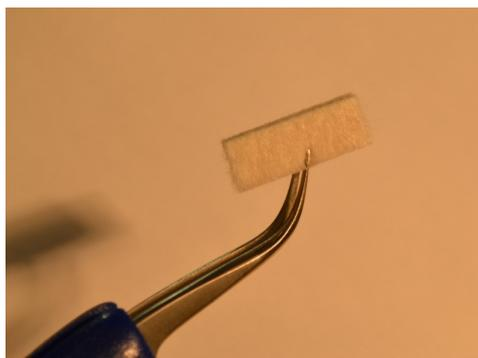

Figure 4-24 : Pincette de retrait du tampon
- a. Retirez soigneusement l'ancien tampon de récupération des salissures du conduit d'évacuation comme indiqué dans la Figure 4-25. Il est recommandé de retirer le tampon de récupération des salissures à l'aide d'une pincette (Figure 4-24).